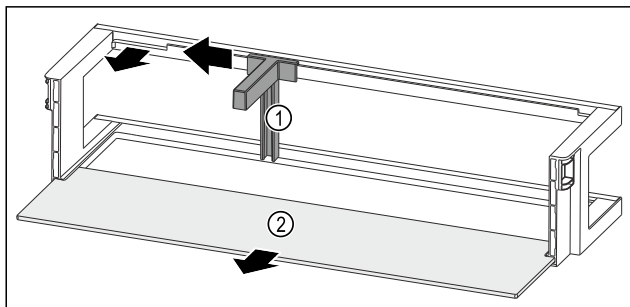

Fig. 243 Dveřní přihrádka s držákem lahví a odkládací plochou
- Držák lahví Fig. 243 (1) posuňte na stranu až k vybrání.
- Držák lahví Fig. 243 (1) odeberte.
- Odkládací plochu Fig. 243 (2) odeberte.